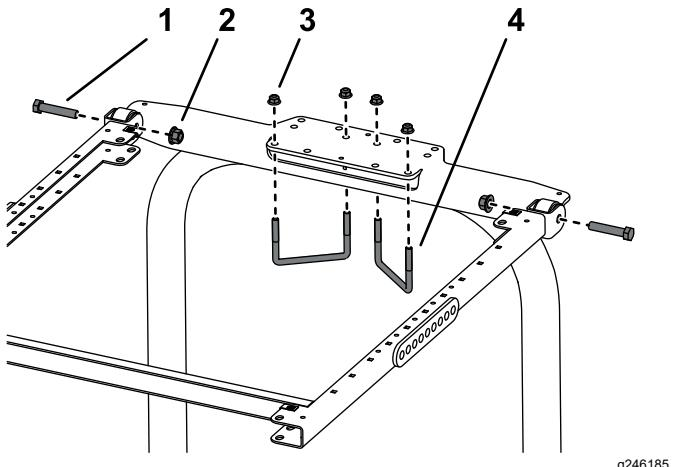

Рисунок 18
8. Установите монтажный кронштейн ROPS на верхнюю часть защитной дуги тягового блока (Рисунок 18).
9. Установите раму в сборе на монтажный кронштейн ROPS (Рисунок 18)
10. Используя монтажные отверстия, показанные на Рисунок 18, прикрепите каждый монтажный кронштейн ROPS к верхней части защитной дуги с помощью 2 U-образных болтов (4½ x 2¾ дюйма) и 4 фланцевых гаек.